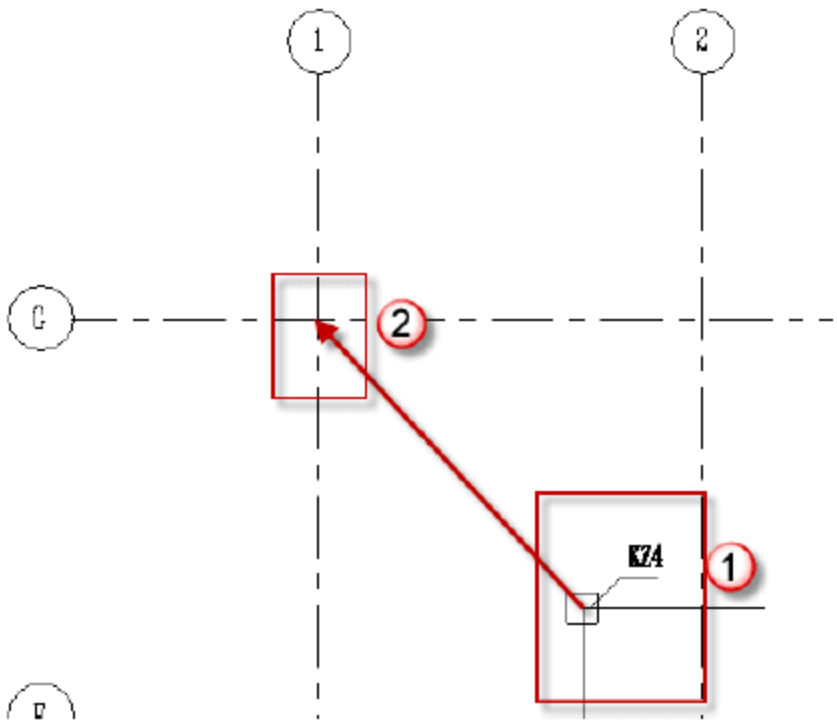
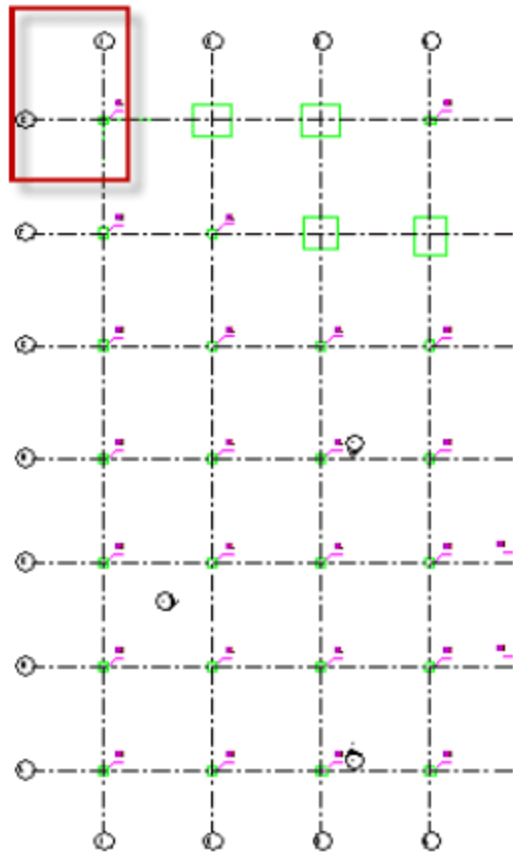

图 3.1.5 一层柱定位
图 3.1.6 对齐轴网
(4) 柱定位。选择导入的 CAD 底图，按快捷键 M+V，将 KZ4 中点交线沿着箭头方向移动到 1 轴与 G 轴交点处，如图 3.1.5 所示。完成后，可以观察 CAD 的底图与现有的轴网对齐了，如图 3.1.6 所示。